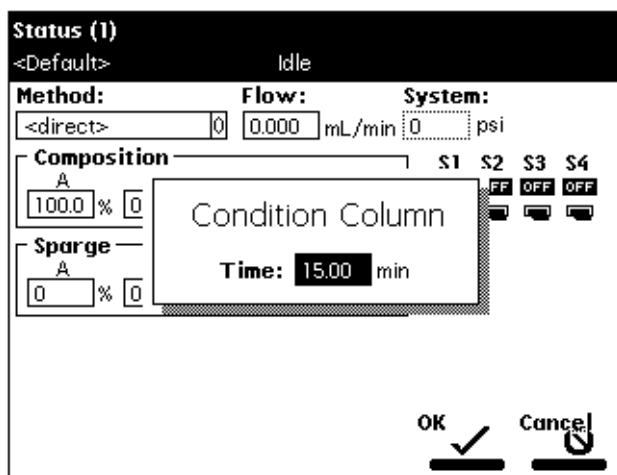

图 4-15 调整色谱柱对话框
4. 选择 **Condition Column**（调整色谱柱），然后按 **Enter**。出现 Condition Column（调整色谱柱）对话框（图4-15）。